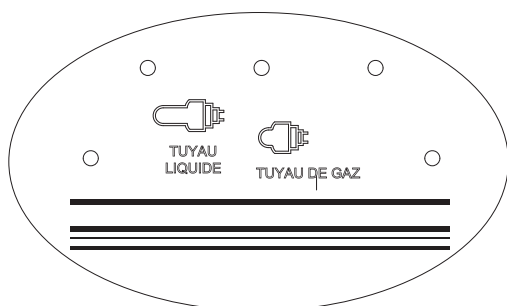
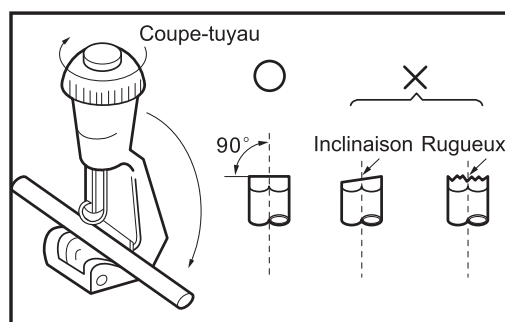

Fig. 4
Fig. 5
- Couper le tuyau de liquide et le tuyau de gaz à la bonne longueur conformément à la marque de position sur la plaque de montage du mur (figure 4). Assurez-vous que la coupe est plane (figure 5).